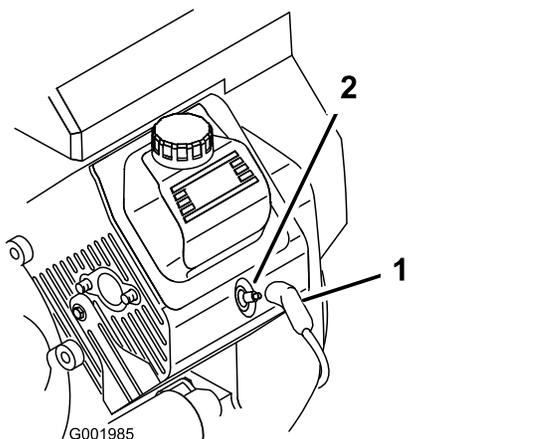

图 44
3. 将电线拉离火花塞 图 44。
3. 将电线推到火花塞上 图 44。